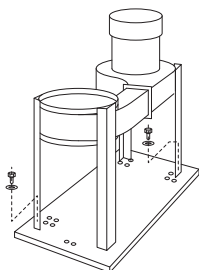

Рис. 5
4. Поместить собранный коллектор и корпус фильтра на верхнюю часть основания. Совместить отверстия в нижней части четырех опорных стержней с отверстиями в основании, вставить болты и затянуть (рис. 5)